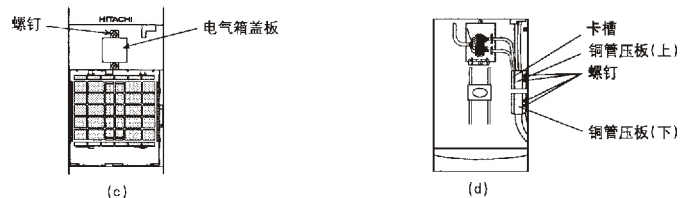

图16
- 按图16所示依次拆下吸风面框、空气滤尘网、电气箱盖板及铜管压板。